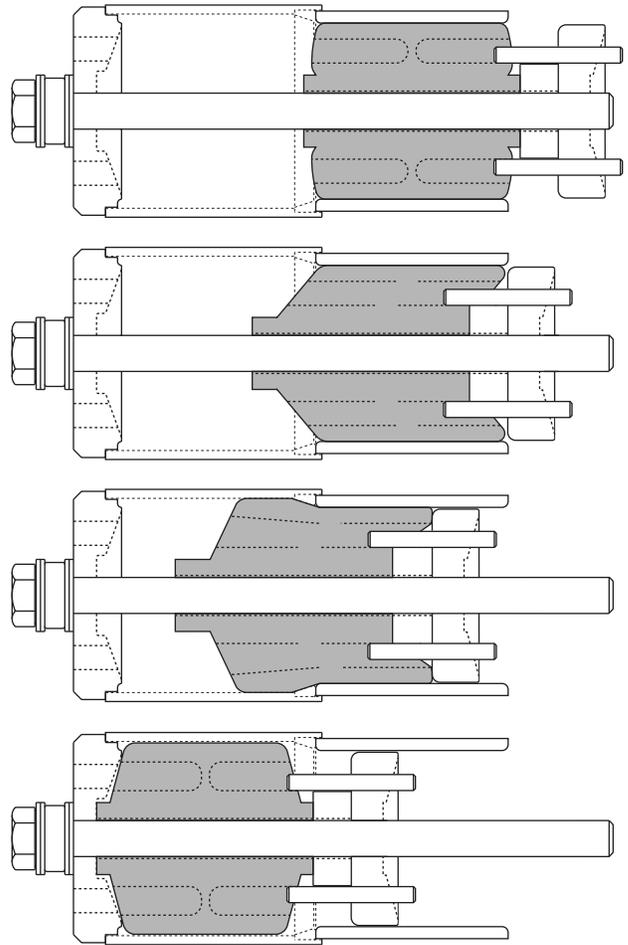

Figura 20. Avance típico del buje mientras el tornillo hexagonal es girado.
15. Utilizando una pistola de impacto de $\frac{3}{4}$ pulgadas y un dado de impacto para trabajo pesado de $1\frac{11}{16}$ -pulgadas (seis puntos), remueva el buje girando el tornillo hexagonal a favor de las manecillas del reloj (figura 20). El tiempo normal de removido debe ser de 4 minutos o menos.